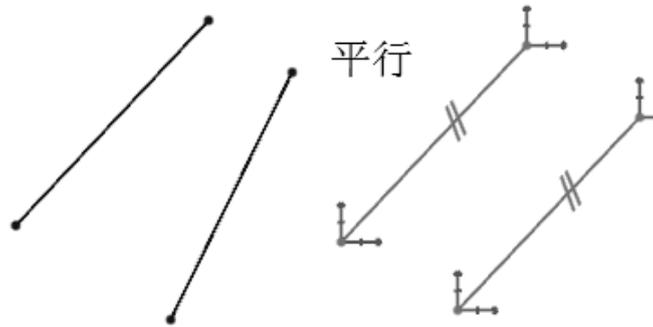

图 2-34 平行约束
(4) 平行 : 约束两条或多条曲线, 使之平行, 如图 2-34 所示。